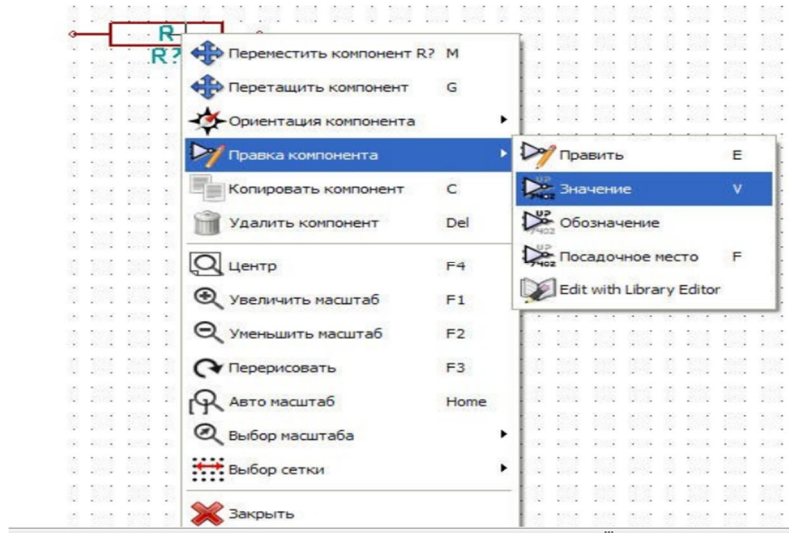

Рисунок 2 – Вікно редагування компонента
3. Давайте почнемо з створення схеми. Запустіть редактор схем EESchema (1). Якщо відобразиться діалогове повідомлення про помилку, який повідомляє, що файл проекту не знайдений, ігноруйте його і натисніть ОК.
10. Клацніть правою кнопкою в центр компонента і виберіть Правка компонента → Значення. Ви можете досягти того ж результату, розташувавши хрестик мишки над компонентом і натиснувши клавішу v. Як альтернатива, клавіша e надасть вам більш повне вікно редагування. Зауважте, як меню, спливаюче по правому кліку мишки (рис. 2) показує всі можливі комбінації клавіш набору команд для всіх доступних дій.